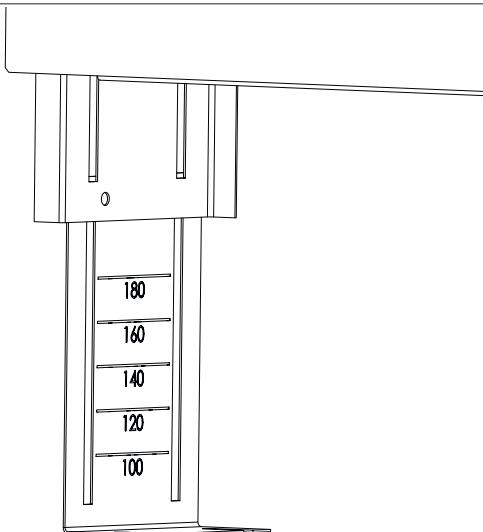

Abb. 4: Höhenmarkierung
2. Stellen Sie die Füße des Unterputzschrances auf die gewünschte Höhe ein. Beachten Sie beim Einstellen der Füße die Aufbauhöhe des Estrichs. Die Estrichoberfläche sollte mind. 1 cm oberhalb der Unterkante der Estrichblende liegen. Beim Ausziehen der Füße erscheint eine Höhenmarkierung (siehe Abb. 4 auf Seite 8). Die angegebenen Maße sind vom Boden bis zur Unterkante der Estrichblende.